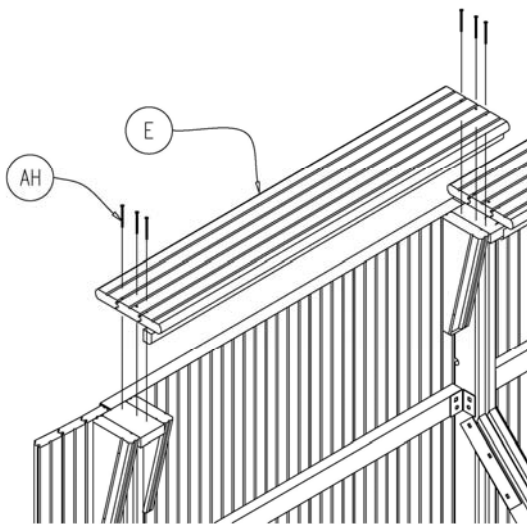
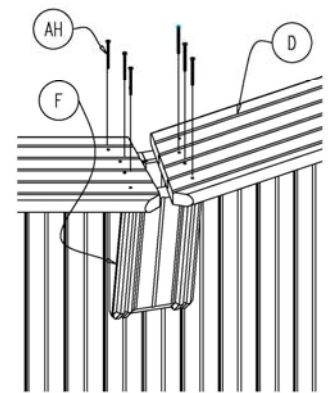

Figure 13.1
Figure 13.3
Commencez par fixer les margelles droites (E). Avant de les fixer, bien les aligner entre elles et avec le rebord du mur de la piscine. Vissez-les par le dessus avec les vis (AH) (Figure 13.1).
Insérez délicatement la partie arrière du joint de margelle (O) et fixez-le avec des vis (AE) (Figure 13.1 et 13.2). Insérez par la suite la partie avant (P) et fixez-la par le devant avec une vis (Ai) (Figure 13.3).